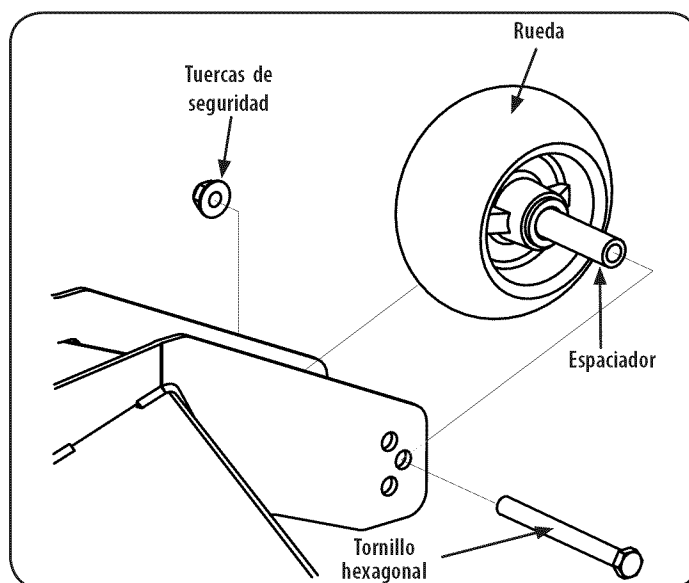

Figura 31
8. Retire la tuerca de seguridad que fija uno de los tornillos hexagonales de las ruedas de calibración delanteras a la plataforma. Retire la rueda de calibración, el tornillo hexagonal y el espaciador. Vea la Figura 31.